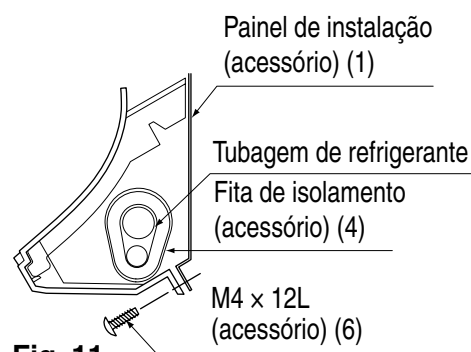

Fig. 11
- Fixe a unidade interior ao painel de instalação (1) com os parafusos de fixação (6). **(Consulte a Fig. 11)**